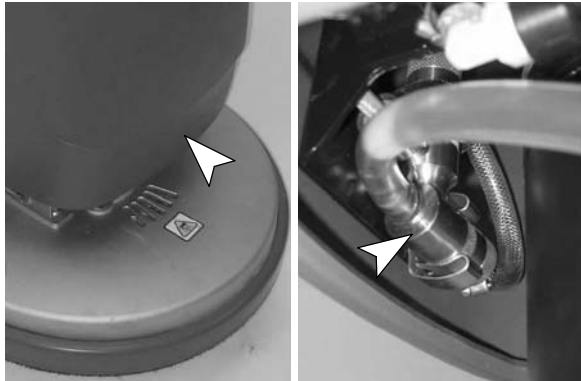

FIG. 56
1. Abaissez la tête de brossage et retirez l'injecteur de détergent des deux pinces à ressort (Figure 56).